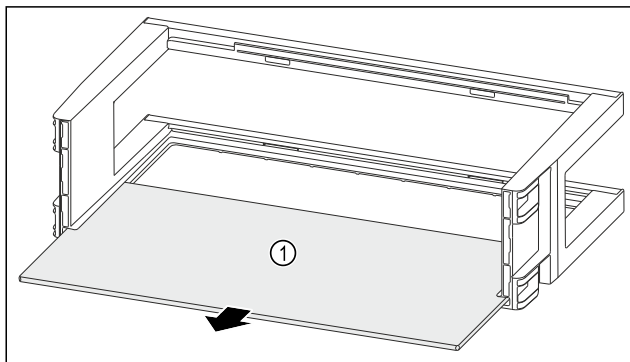

Fig. 114
- ▶ Odstranite polico za odlaganje Fig. 114 (1).